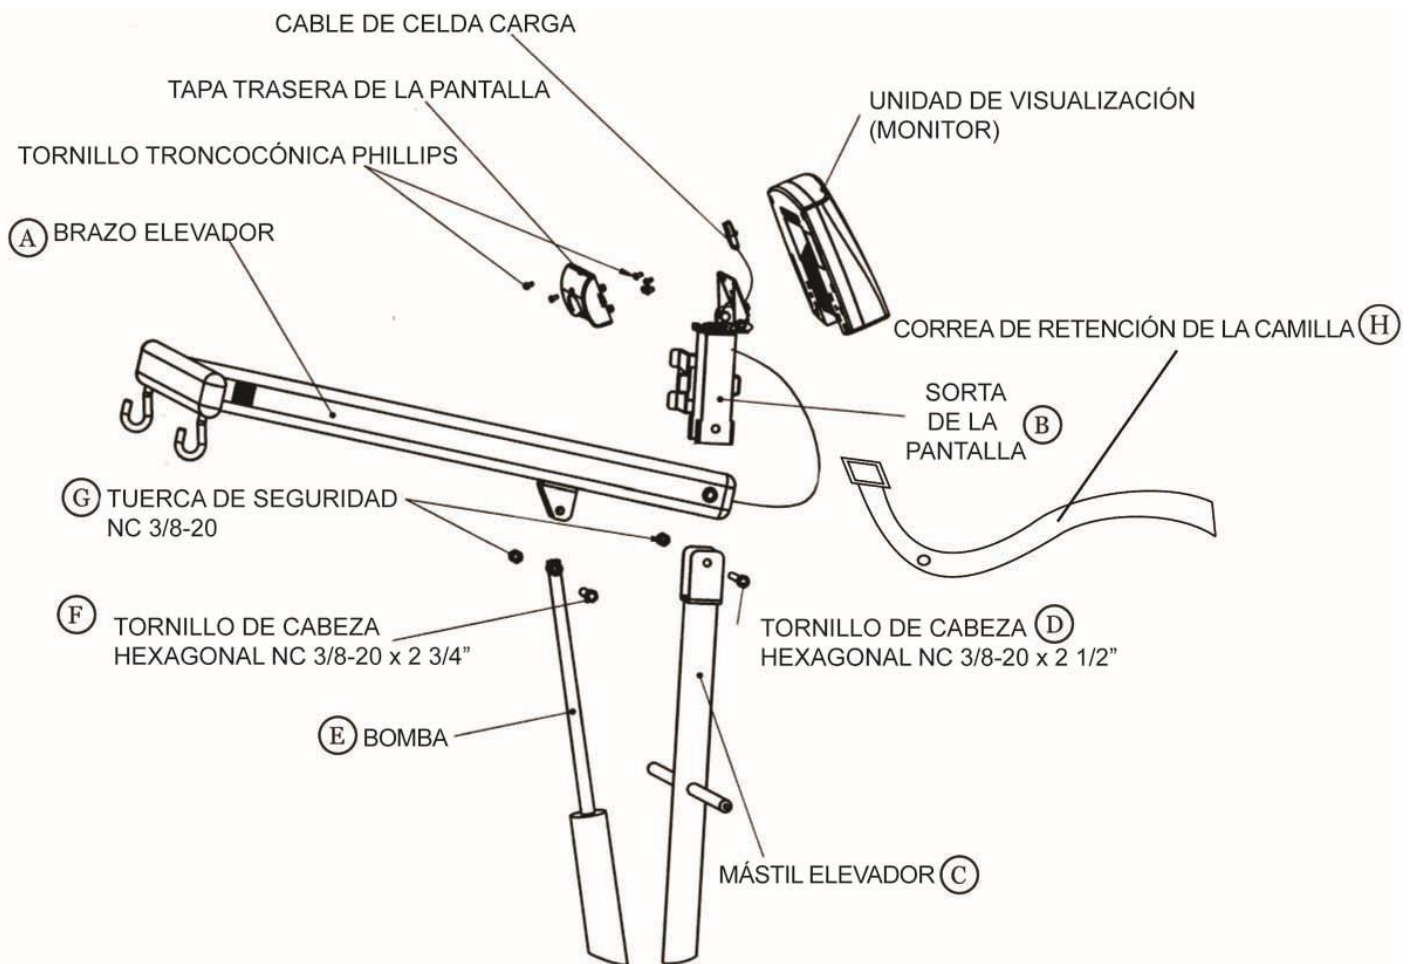

Figura 3
4. Consúlte la Figura 3 de la página antes y conecte el brazo elevador (A) y el soporte de la pantalla (B) al mástil elevador (C) utilizando el perno de cabeza hexagonal NC de $\frac{3}{8}$ -20x2 $\frac{1}{2}$ " y la tuerca de seguridad grande (D). Asegúrese de insertar el tornillo de cabeza hexagonal NC de $\frac{3}{8}$ -20x2 $\frac{1}{2}$ " a través del orificio del ojete de la correa de retención de la camilla (H) antes de unir el soporte de la pantalla y el brazo elevador al mástil elevador. **Fije:** este tornillo se encuentra en eje del brazo elevador, por lo que es muy importante que las tres partes (brazo elevador, mástil elevador y soporte de la pantalla) esté unidos en el orden correcto. Con los enganches del brazo hacia abajo, coloque el brazo elevador (A) dentro de las dos partes del mástil elevador (C) y alinee los orificios. Coloque el soporte de la pantalla (B) en el mástil elevador (C) y en el brazo elevador (A) y alinee los orificios. Enrosque el tornillo en las tres partes y apriete la tuerca de seguridad fuertemente en la otra parte.
5. Insérte el extremo del eje de la bomba (E) en la ménsula con doble base del brazo elevador (A) y alinee los orificios. Introduzca el tornillo de 1-3/4" (F) a través de la ménsula de doble enganche y el orificio del eje de la bomba. Apriételo con una tuerca de seguridad (G).